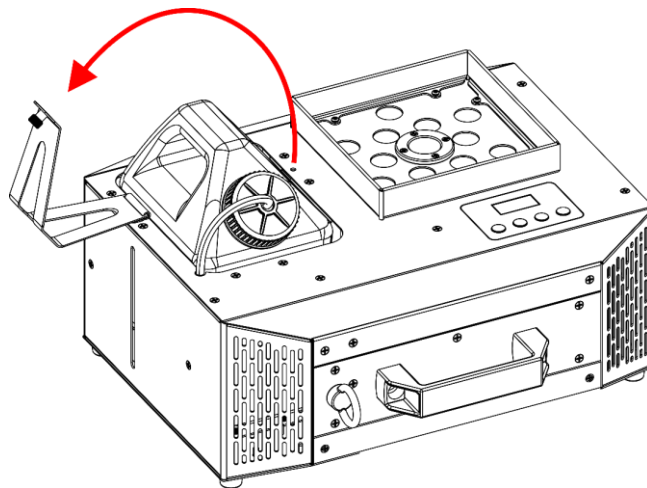

Fig. 39
- 03) Basculez le **support du réservoir de liquide (03)**, comme indiqué sur la Fig. 39.